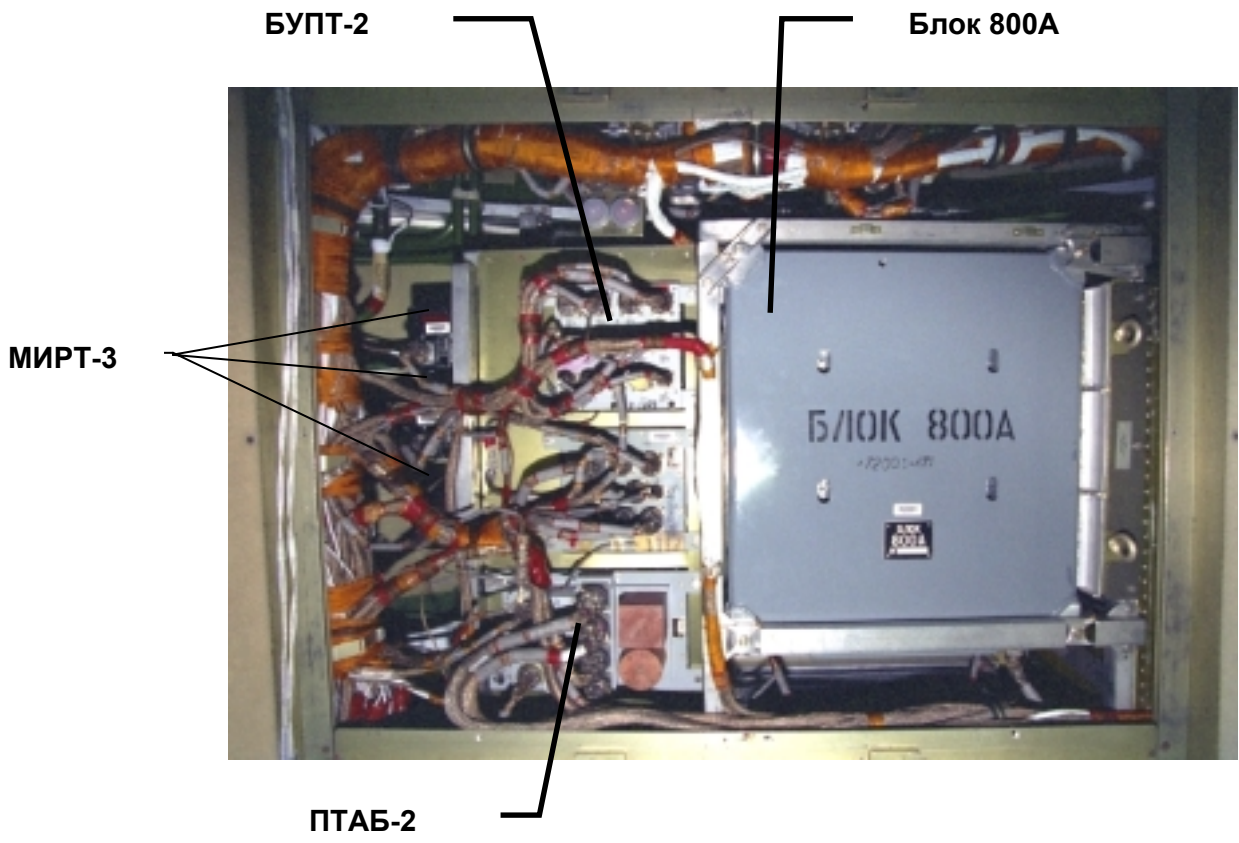

Рис. 12-1. Размещение блоков СЭС за пан 103.
1. Откр соответствующую пан (см рис. 12-1, табл.12.1-1):